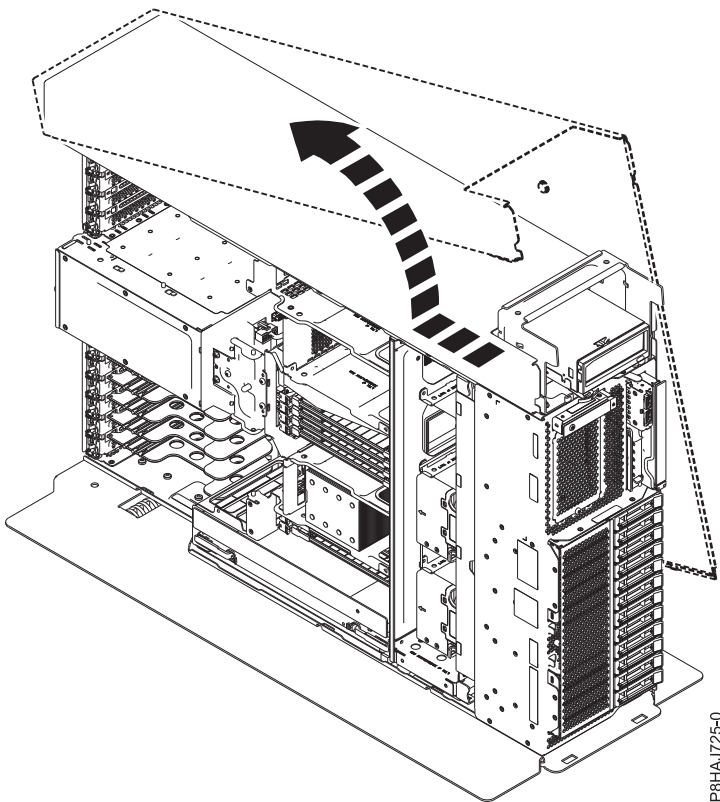

Figura 30. Extracción de la cubierta lateral del sistema 8286-41A
5. Deslice la cubierta lateral sacándola del sistema en la dirección que se muestra en la Figura 30.